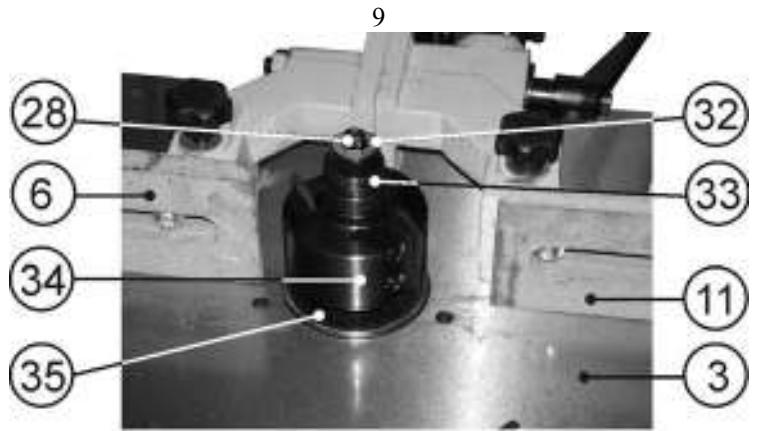

Рис.10
8.7.1. Для установки фрезерной головки или насадных фрез (прорезные, дисковые и т.п.) необходимо выполнить работы, указанные в п.8.5.2, открутить гайку (32). Со вставки шпинделя (28) снять наборные шайбы (33) Рис.10.
8.7.2. На вставку шпинделя (28) установить фрезерную головку (34) (или насадную фрезу), выше фрезерной головки (34), при необходимости, установить наборные шайбы (33), так, чтобы перекрыть 1-2 оборота резьбы на вставке шпинделе (28), в противном случае Вам не удастся закрепить фрезу или фрезерную головку (34) гайкой (32) Рис.10. Удерживая ключом шпиндель п. 8.5.2, до определённого усилия затянуть гайку (32) Рис.10.
8.7.3. При выполнении разного вида фрезерования не на всю высоту заготовки (например, выборка паза и т.п. - нижняя часть заготовки не обрабатывается) в первую очередь на вставку шпинделя (28) перед фрезой или фрезерной головкой (34) по необходимости установить наборные шайбы (33), установить фрезерную головку (34), закрепить см.п.8.5.2 Рис.10.
8.7.4. При выполнении некоторых фрезерных операций не на всю высоту заготовки (например, выбрать четверть и т.п. – верхняя часть заготовки не обрабатывается), а высота режущей части фрезы или фрезерной головки (34) превышает размер фрезерования - необходимо извлечь вкладышное кольцо (35). Опустить фрезерную головку (34) частично ниже плоскости рабочего стола (3) Рис.10.
9.2.2. Установить переднюю (11) и заднюю (6) направляющие планки в одной плоскости по касательной к окружности резания фрезы (34) Рис.10.
9.2.3. При сквозном (плоском и профильном) фрезеровании задняя направляющая планка (6) остаётся, как указано в п.9.1.2, а переднюю направляющую планку (11) установить параллельно задней направляющей планки (6) со смещением назад на величину сострагиваемого слоя Рис.10.
9.2.4. При профильном несквозном фрезеровании обе направляющие планки (6 и 11) устанавливаются в одной плоскости без смещения относительно друг друга, но со смещением к касательной окружности резания фрезы (34) на величину сострагиваемого слоя Рис.10.